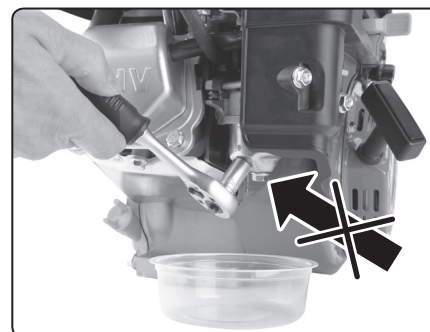

Abb.13
2. Schrauben Sie die Seitenschraube des Vergasers heraus und lassen Sie den Schmutz in den bereitgestellten Behälter ab (siehe Abb. 13).